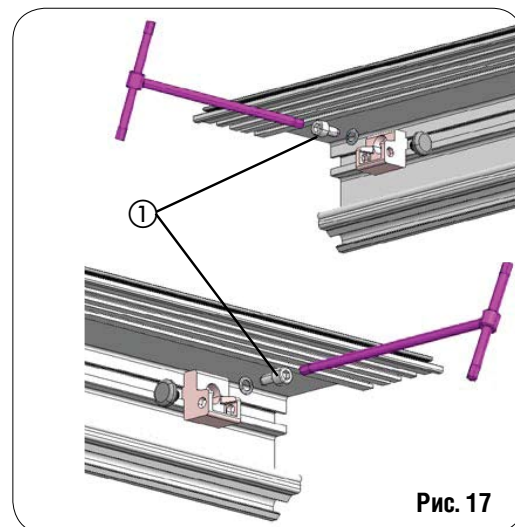

Рис. 17
- Ослабьте зажимные винты механических ограничителей (рис. 17 об. 1) и переместите их к концам опорного профиля.